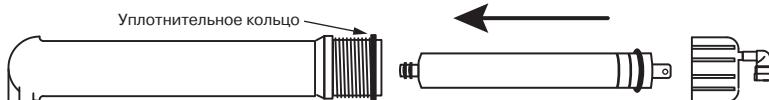

Рис. 14
1. Установите префильтры(ы). Первый префильтр (маркировка на колбе PREFILTER) уже установлен во всех моделях. В во вторую колбу (маркировка CARBON) установите угольный картридж. В третью ступень (SEDIMENT) установите механический префильтр. Картриджи, соответствующие ступеням очистки для каждой модели фильтров, перечислены в таблице на стр. 17 . Для установки картриджа необходимо раскрутить колбу при помощи ключа (10). Аккуратно снимите защитную пленку с картриджа и установите его в колбу. Обратите внимание на маркировку «THIS END NEXT TO VESSEL THREADS» на верхней крышке картриджа или на указания на этикетке. Закрутите колбу вручную, без применения ключа, не прикладывая чрезмерных усилий.
2. Установите мембранны. Для этого отсоедините трубку (H) от быстроразъемного коннектора крышки мембранны. Открутите крышку колбы мембранны (маркировка MEMBRANE). Смажьте силиконовой смазкой резиновые уплотнения мембранны. Установите мембранны в корпус согласно **рис. 14**. Смажьте силиконовой смазкой уплотнение крышки колбы мембранны и аккуратно установите его на колбу. Закрутите крышку колбы мембранны и пристыкуйте трубку (H). Следите, чтобы уплотнительное кольцо крышки колбы было установлено на колбе без перекосов.